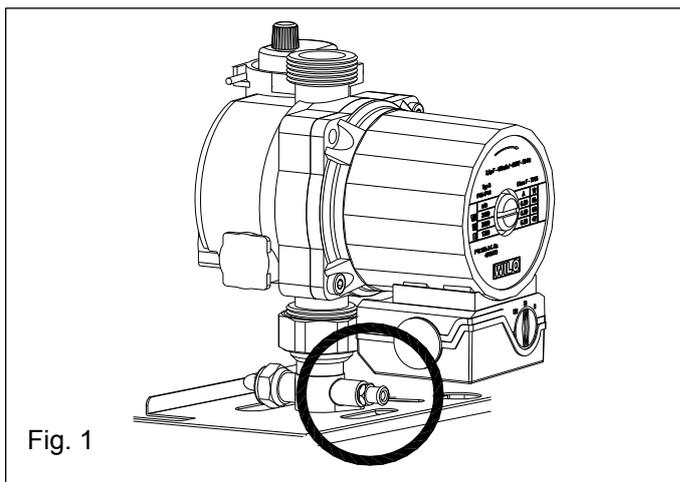

Fig. 1
- Saisir le bas du panneau avant et le tirer vers soi (fig. 1) en le décrochant des goujons qui le fixent au panneau latéral droit ;
- Ouvrir le robinet de vidange de l'installation (Fig. 1).